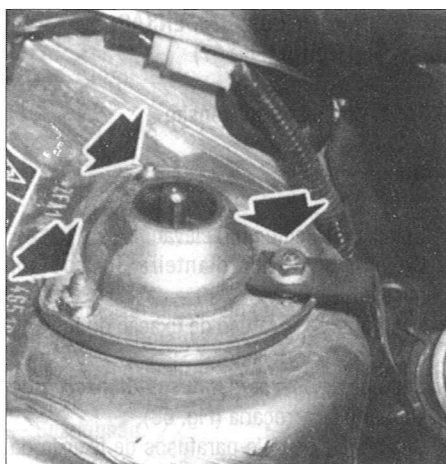

Fig. 68
- Desmontar os três parafusos de fixação do conjunto à carroçaria (Fig. 68).